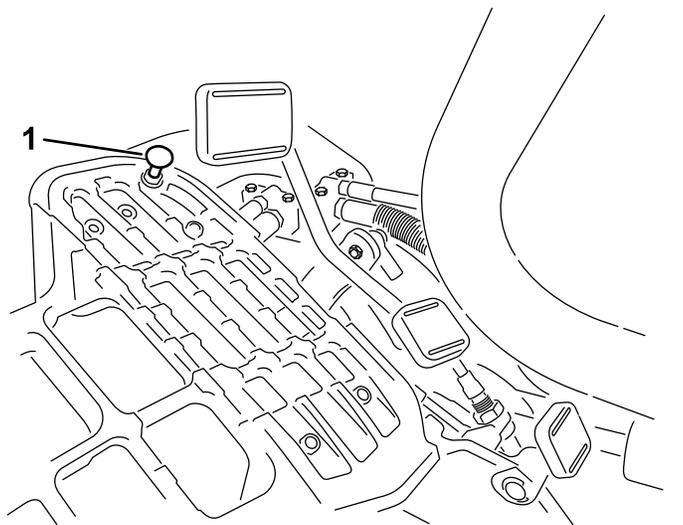

Рисунок 44
Для получения максимальной транспортной скорости переведите рычаг управления трансмиссией в положение ТРАНСПОРТИРОВКИ и нажмите на педаль управления тягой. Если педаль касается упора (Рисунок 44) до того, как на тросике начинает ощущаться натяжение, выполните следующую регулировку:
1. Переведите рычаг управления трансмиссией в положение ТРАНСПОРТИРОВКИ и ослабьте контргайку, которая крепит упор педали к полу (Рисунок 44).